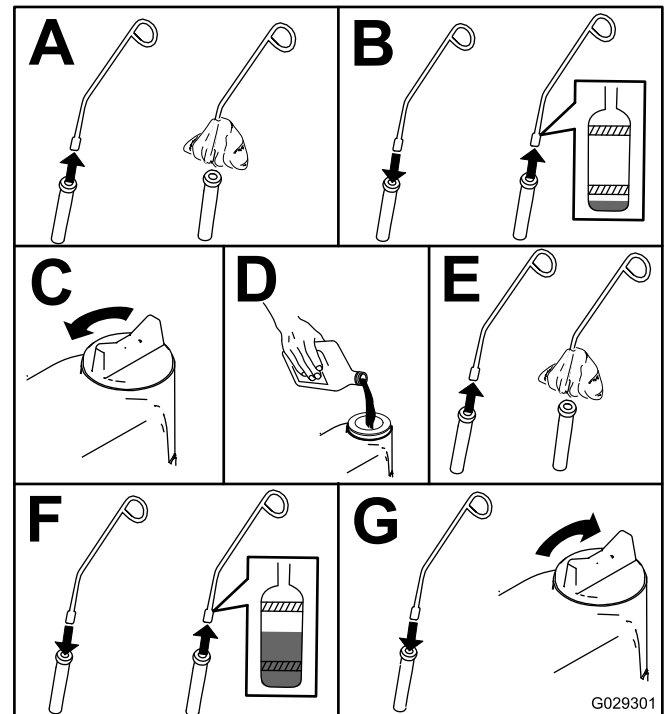

Figure 48
3. Contrôlez le niveau d'huile moteur, comme montré à la Figure 48.